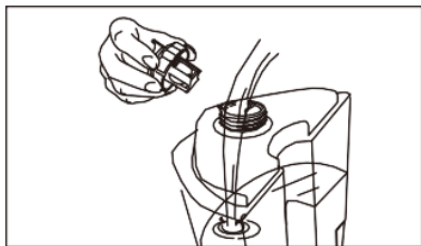

Рис. 5
2. Вийміть резервуар для води, переверніть його догори дном і відкрутіть клапан (див. Рис. 5). Наповніть резервуар прохолодною водою та закрутіть клапан. Не використовуйте гарячу воду. Для продовження терміну служби відпарювача рекомендується використовувати дистильовану або фільтровану воду. Вставте резервуар для води назад у прилад, переконавшись, що він надійно та правильно встановлений (див. Рис. 6). Не використовуйте відпарювач із порожнім резервуаром для води, інакше це може пошкодити відпарювач.